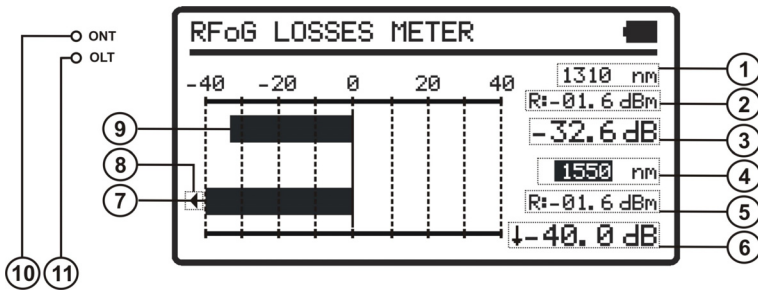

Figure 10.- Écran LOSSES METER.
- 3.- Appuyez sur **SEL**  [4] ou **CONFIG**  [2] pour entrer a l'écran (voir figure 10).